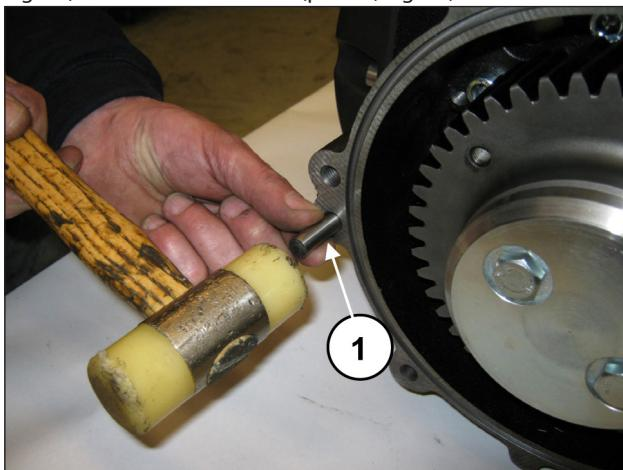
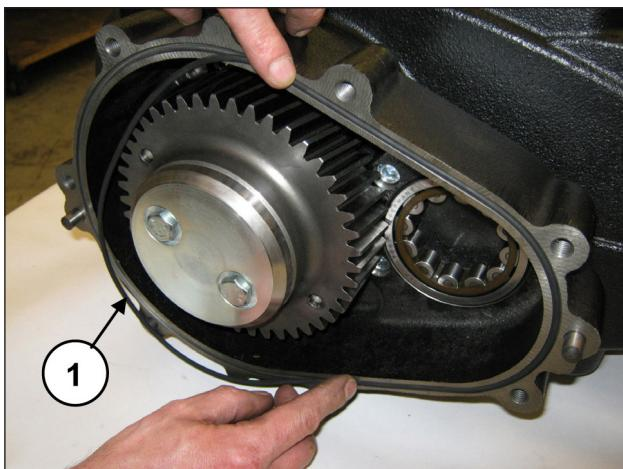

Fig. 80
Fig. 81
Coloque os 2 pinos de Ø10x24 na caixa do redutor (pos. ①, Fig. 80) e insira o anel circular (pos. ①, Fig. 81).